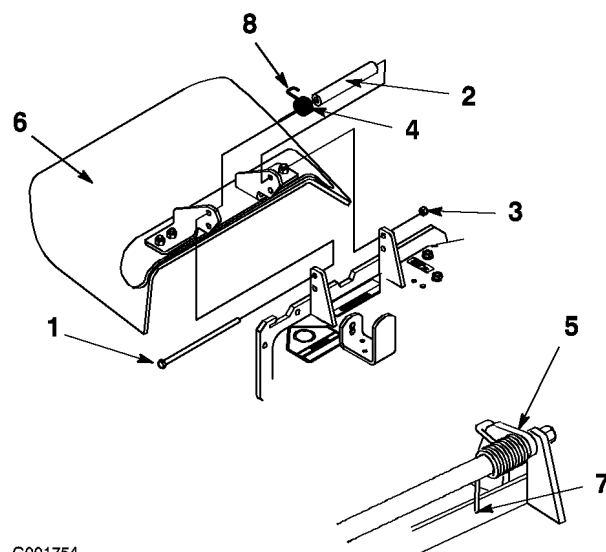

Figure 66
1. Retirez le contre-écrou, le boulon, le ressort et l'entretoise qui fixent le déflecteur aux supports de pivot (Figure 66).
4. Accrochez l'extrémité en J du ressort au déflecteur d'herbe (Figure 66).